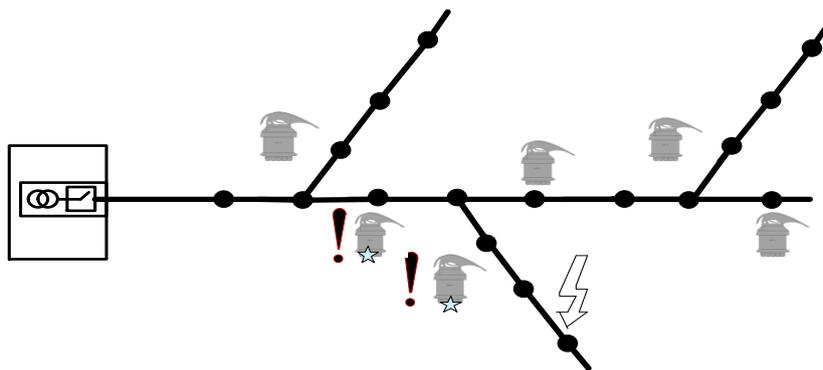

Рисунок 12 – Установка индикаторов на линии с длинным стволom и длинными ответвлениями
- на линии с длинным стволom и длинными ответвлениями комплекты устанавливаются в начале контролируемых ответвлений и за местом разветвления, на ближайших промежуточных опорах (Рисунок 12).